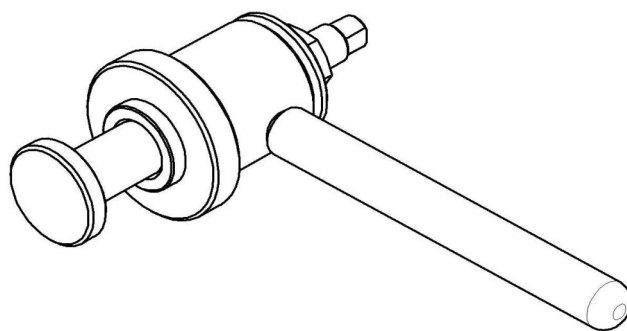

Рис.16. Приспособление для запрессовки манжет.
- используя приспособление для запрессовки манжет (см. рис.16) установить манжету 1;